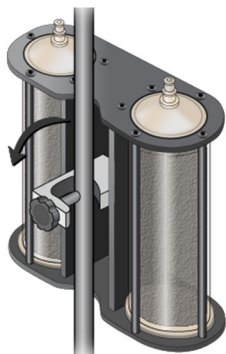
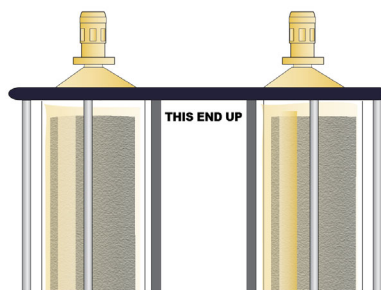

Figura 3
Figura 4
- Utilizando una técnica aséptica estricta, heparinice nueve (9) litros de solución para inyección de cloruro sódico al 0,9 % (solución salina isotónica) añadiendo 2000 unidades de heparina por litro.
- Saque el cartucho de filtro doble de hemofiltración (quimiofiltración) de la bolsa estéril. Fije el filtro al poste intravenoso utilizando la abrazadera incorporada para montaje en poste; véase la figura 3. Consulte la etiqueta «THIS END UP» en la placa frontal del filtro; véase la figura 4.